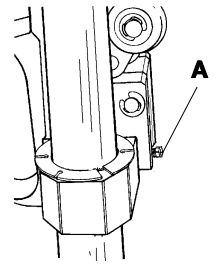
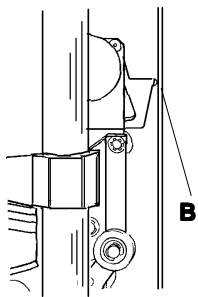

Figure 24
FIGURE 25
2. The **ROCKER ARM ADJUSTING SCREW (A)** in **Figure 24** determines the "at rest" position of the **ROCKER ARM**; that is, the position of the cutting tools when the **SHORT THUMB LEVER** is not depressed. Set this screw so the glass cutting wheel is about .020" (1/2mm) from the vertical extrusion of the machine. You may judge this by looking from the right side, **Figure 25 (B)**. The wheel should not enter the groove, but should be close enough to contact the thinnest glass to be cut. This position of the **ROCKER ARM** will also insure the mat/mount board blade will enter the groove, but not touch the aluminum at the bottom of the groove.
2. Mit der **Kipphebeleinstellschraube (A)** in **Abbildung 24** wird die Ruheposition des **Kipphebels** festgelegt. Die Ruheposition ist Position des Schneidwerkzeugs wenn der kurze Hebel nicht niedergedrückt ist. Die Schraube sollte so eingestellt werden, daß das Glasschneiderädchen ca. 0,5 mm von dem vertikalen Preßprofil der Maschine entfernt ist. Diese Einstellung können Sie vornehmen, wenn Sie von der rechten Seite her hineinsehen, **Abbildung 25 (B)**. Das Rädchen sollte nicht in die Einkerbung hineinreichen, aber so knapp wie möglich darüber sein, um auch die dünnste Glasscheibe schneiden zu können. Diese Position des **Kipphebels** wird auch sicherstellen, daß die Passepartout/Karton Klinge in die Kerbe hineinstehen wird, aber nicht das Aluminium auf der Bodenfläche der Kerbe berühren wird.
2. La **VIS DE RÉGLAGE DU BALANCIER À COULISSE (A)** dans la figure 24 détermine la position "au repos" du **BALANCIER À COULISSE**, c'est-à-dire la position des outils de coupe lorsque l'on n'appuie pas sur le **LEVIER DE TAQUET COURT**. Réglez la vis de manière à ce que la molette de coupe de verre soit à environ 1/2 mm (0,020 po.) de l'extrusion verticale de la machine. Vous pouvez juger de la distance en regardant du côté droit, **Figure 25 (B)**. La molette ne devrait pas entrer dans le rail mais devrait être suffisamment près pour entrer en contact avec le verre le plus fin devant être coupé. Cette position du **BALANCIER À COULISSE** devrait également assurer que la lame pour couper les panneaux de montage ou les encadrements entrera dans le rail mais ne touchera pas l'aluminium au fond du rail.